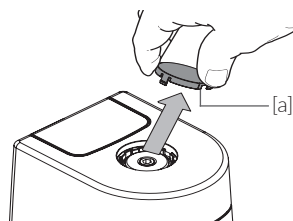

Abb. 7.1
- / Stopfen [a] vorsichtig lösen: unter die Kerbe hebeln, Stopfen [a] entnehmen (Abb. 7.1)